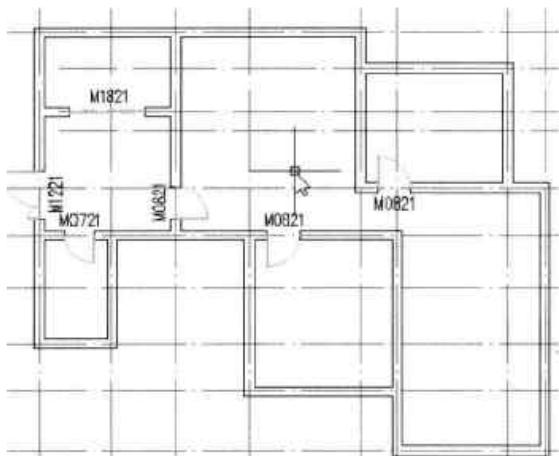

图16-76 插入推拉门图块
**Step 12** 返回到“门”对话框，将“门宽”设为“1800”，单击“自由插入”按钮，设置推拉门插入方式。然后在绘图区域中，指定好推拉门的位置即可完成插入，如图 16-76 所示。